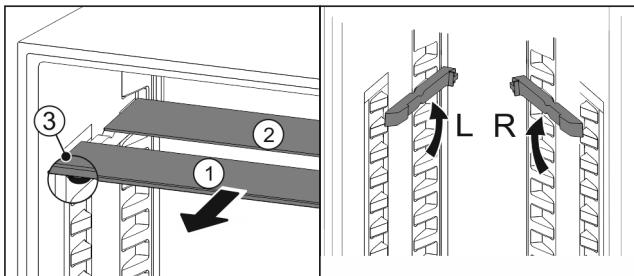

Fig. 61
- ▶ Посьуньте Fig. 61 (1) скляну панель вперед.
- ▶ Скляна панель Fig. 61 (1) з декоративною планкою лежить спереду.
- ▶ Стопори Fig. 61 (3) показують вниз.